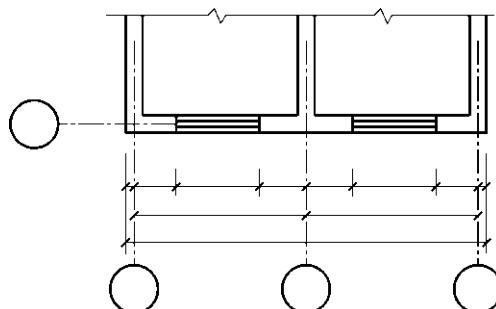

图 1-95 尺寸的排列
(3) 尺寸线应用细实线绘制，应与被注长度平行。图样本身任何图线均不得用作尺寸线。
(4) 尺寸起止符号一般用中粗斜短线绘制，其倾斜方向与尺寸界线成顺时针 45°，长度宜为 2~3 mm。半径、直径、角度与弧长的尺寸起止符号，宜用箭头表示。
(5) 图样轮廓线以外的尺寸界线，距图样最外轮廓之间的距离，不宜小于 10 mm。平行排列的尺寸线的间距，宜为 7~10 mm，并保持一致，如图 1-95 所示。